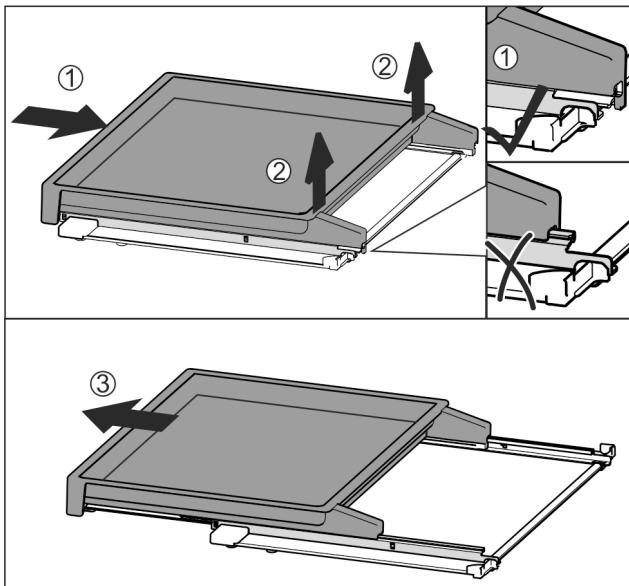

Fig. 32
- Vysouvací přihrádku zcela zasuňte Fig. 32 (1).
- Uvolněte západku na zadní straně Fig. 32 (2).
- Vysouvací přihrádku vyjměte směrem dopředu Fig. 32 (3).